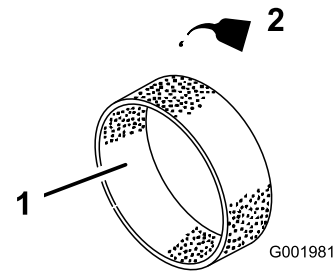

Figure 48
- Imbibez l'élément de 30 à 60 ml d'huile (Figure 48).